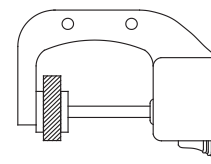

fig.2
- Mueva la llave inglesa, abra la punta móvil, coloque la pieza de trabajo entre los yunques, suelte la llave inglesa lentamente y obtenga la lectura cuando los yunques de medición entren en contacto completo con la pieza de trabajo (fig. 2).